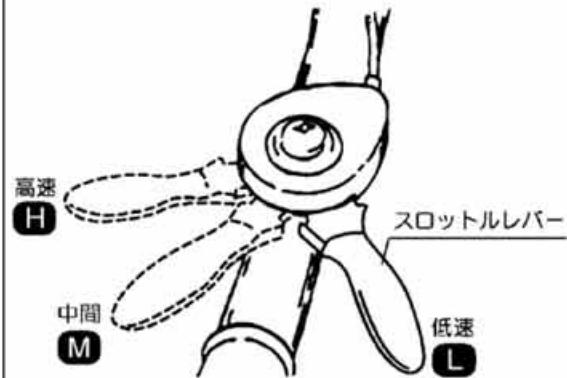

図23
- ①ハンドル右側握部についています。レバーを内側方向に回すとエンジンの回転が上がり、外側にもどしますと回転は下がります。エンジン始動時は、レバーを[H]のほうに少し回してスタートしてください。(図23)